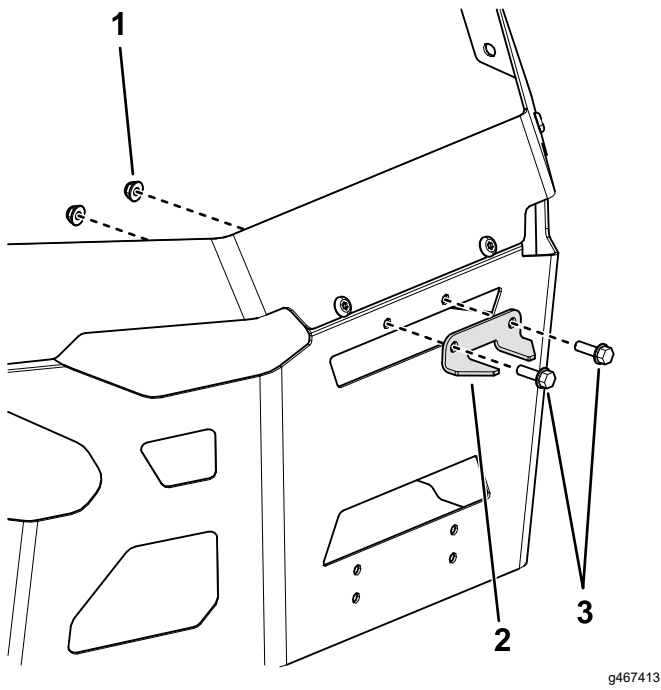

Figure 5
1. Fixez le support de stabilisation à la protection du moteur au moyen de 2 boulons de carrosserie ($\frac{5}{16}$ " x 1") et 2 contre-écrous ($\frac{5}{16}$ "), comme montré à la Figure 5.